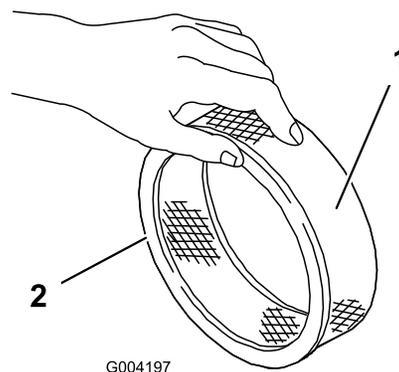

Рисунок 17
5. Осмотрите бумажный фильтр на наличие разрывов, масляной пленки или повреждений на резиновом уплотнении (Рисунок 17).
1. Осторожно наденьте поролоновый фильтр предварительной очистки на бумажный элемент (Рисунок 17).